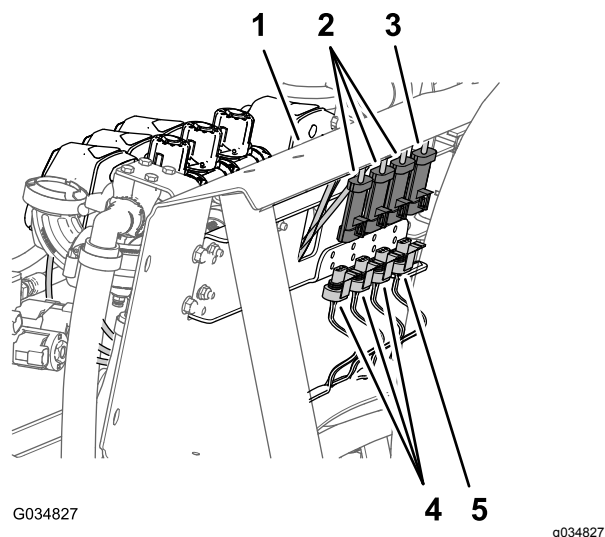

Figura 23
2. Nella parte posteriore del supporto del collettore, scollegate il connettore a 3 prese dalla valvola dell'agitatore e i connettori a 3 prese dalle 3 valvole della sezione delle barre (Figura 23).